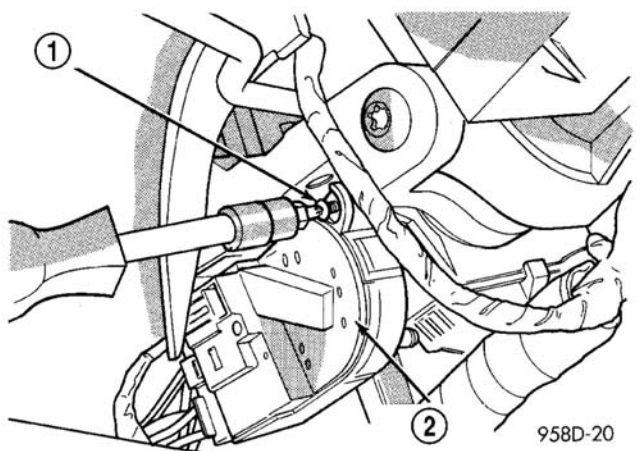

图 26 点火开关安装螺钉
(13) 拆下点火开关安装螺钉（图26）。
（6）安装点火开关固定螺钉（图26）。